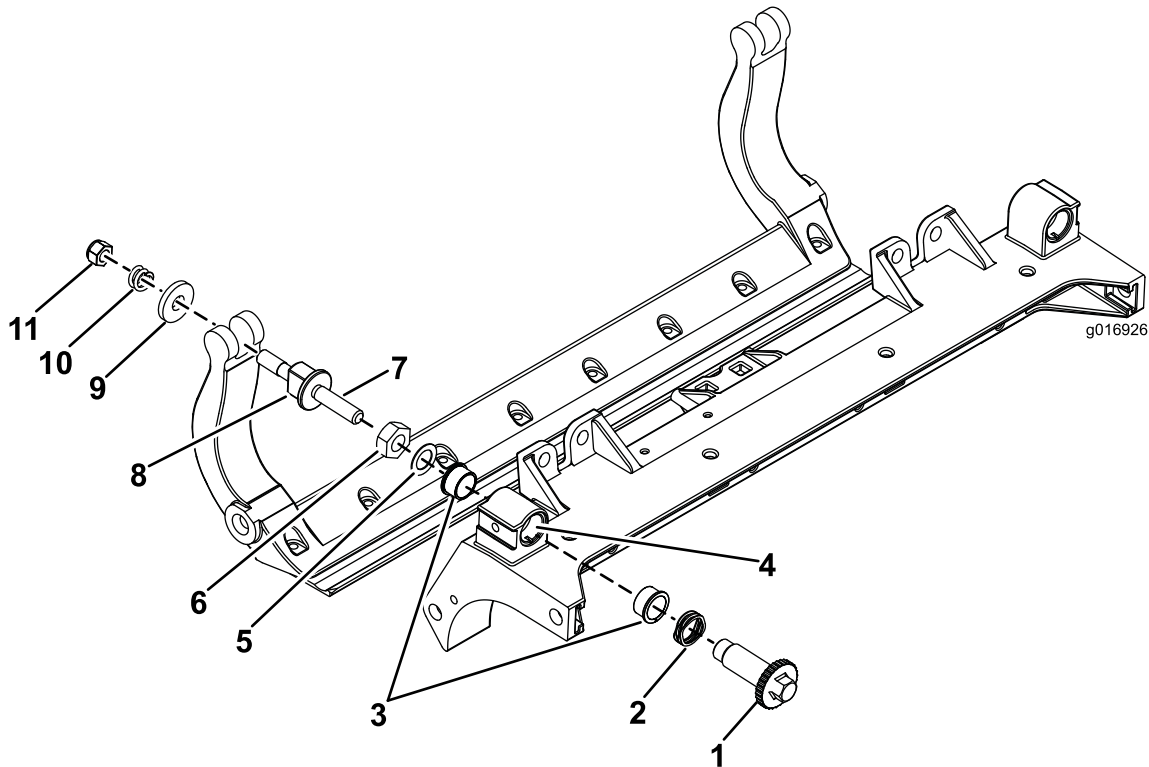

Figura 30
1. Rimuovete tutti i componenti (fate riferimento alle Istruzioni per l'installazione del kit DPA HD Modello N. 120-7230 e a Figura 30).
2. Applicate del lubrificante Never Seize all'interno dell'elemento in cui vanno montate le boccole, sul telaio centrale dell'apparato di taglio (Figura 30).
3. Allineate le chiavette sulle boccole flangiate alle scanalature sul telaio e montate le boccole (Figura 30).
4. Montate una rondella ondulata sull'albero del dispositivo di regolazione e inserite l'albero all'interno delle boccole flangiate sul telaio dell'apparato di taglio (Figura 30).
5. Fissate l'albero del dispositivo di regolazione con una rondella piana e un dado di bloccaggio (Figura 30). Serrate il dado di bloccaggio a una coppia di 20-27 Nm.
9. Fissate la barra di appoggio su ciascuna piastra laterale mediante gli appositi bulloni (dadi sui bulloni) e 6 rondelle. Una rondella in nylon deve essere posizionata su ciascun lato della flangia di estremità della piastra laterale. Posizionate una rondella in acciaio all'esterno di ciascuna rondella in nylon (Figura 30). Serrate i bulloni a 37-45 Nm. Serrate i dadi di bloccaggio finché la rondella in acciaio esterna non cesserà di ruotare e il gioco di estremità verrà eliminato, ma non serrate eccessivamente o non deviate le piastre laterali. Le rondelle all'interno possono avere un gioco (Figura 30).
10. Serrate il dado su ciascun gruppo di regolazione della barra di appoggio fino a comprimere completamente la molla di compressione, quindi allentate il dado di 1/2 giro (Figura 30).